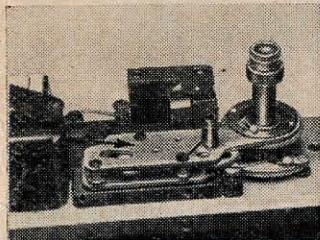

Рис. 108. Расположение анкерного механизма на аппарате
**Работа замедленных скоростей** в затворе осуществляется при помощи анкерно-часового механизма, установленного в верхней части камеры, где он взаимодействует с защелкой делительной головки затвора (рис. 108).